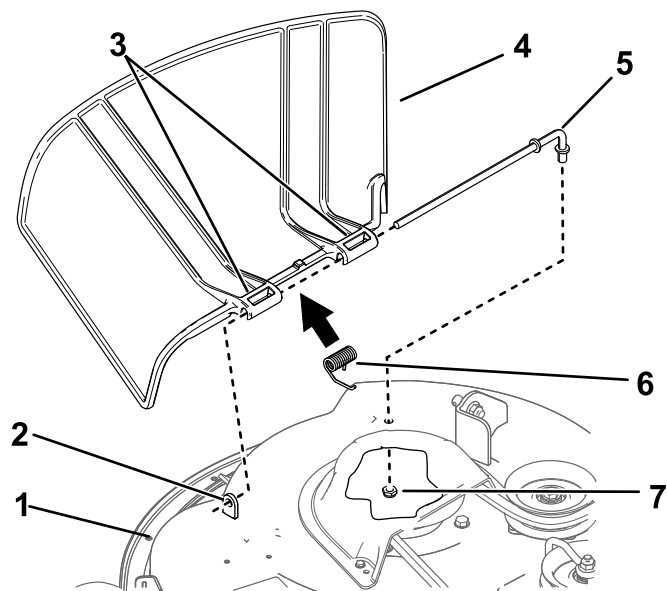

Figura 67
1. Retire la tuerca ( $\frac{3}{8}$ " ) de la varilla (debajo del cortacésped) (Figura 67).
2. Retire la varilla del espaciador corto, del muelle y del deflector de hierba (Figura 67).
4. Instale el deflector de hierba nuevo (Figura 67).
7. Deslice la varilla por el segundo pivote del deflector de hierba (Figura 67).
- Sujete el extremo trasero de la varilla al cortacésped con una tuerca ( $\frac{3}{8}$ " ), según se muestra en Figura 67.